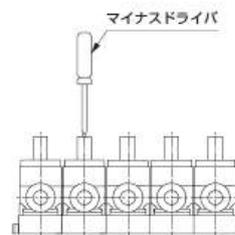

図1 省スペースを優先したマニホールド設置
13. 省スペース優先でマニホールド設置される場合は、手動での操作が若干行いにくくなります。つまみ上部の“-”を使用してドライバ等で操作することをおすすめします。(※図1)